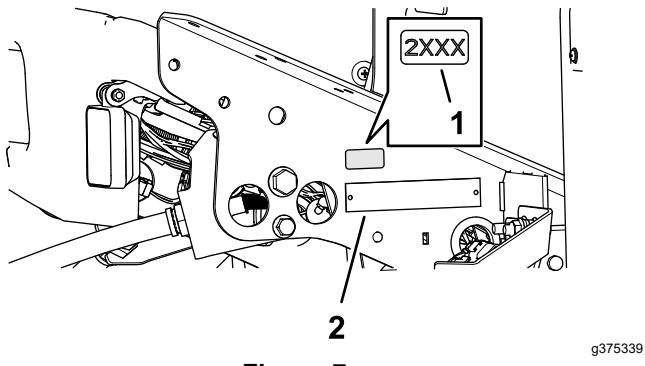

Figure 7
1. Avec de l'alcool à friction et un chiffon propre, nettoyez le support de plancher près de la plaque du numéro de série et laisser sécher le support (Figure 7).